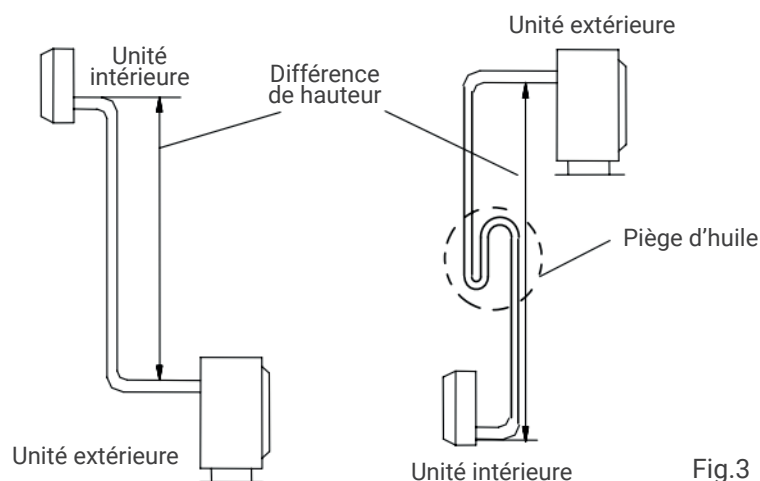

Fig.3
- Si la position d'installation de l'unité extérieure est plus élevée que celle de l'unité intérieure et que le tuyau est plus long que 10 m, veuillez ajouter un piège à huile dans le tuyau de gaz tous les 8 m (Fig. 3)